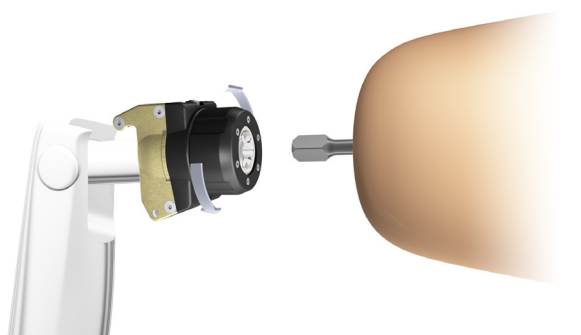

Figura 2. Gire el agarre en sentido antihorario hasta que se detenga.
2. Abra las mordazas girando manualmente la sujeción en sentido antihorario, hasta que se detenga y el Abutment pueda introducirse en el Axor™ II (vea la Figura 2).